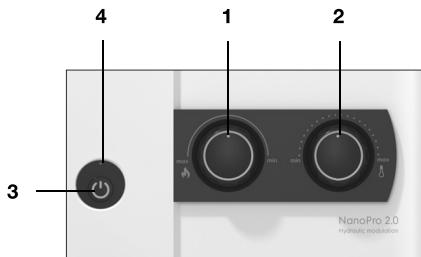

рис. 3
Изменение температуры воды осуществляется с помощью регулятора температуры воды (2) (рис. 3).
Водонагреватель выключится автоматически после закрытия крана горячей воды. Для полного выключения водонагревателя нажмите на кнопочный выключатель (рис. 3).
- Снимите регуляторы температуры и мощности со стержня (рис. 3). Отсоедините выключатель питания (рис. 3).
- Установите в исходное положение выключатель питания и регуляторы температуры и мощности (Рис. 3).
Для запуска водонагревателя вставьте батарейку и нажмите на кнопочный выключатель питания (3) (Рис. 3), так, чтобы кнопка зафиксировалась.